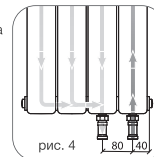

рис. 4
- 8.3. Радиатор подключается к трубопроводам с помощью разделных узлов (кранов) нижнего подключения прямых или угловых G3/4 евроконус (рис. 4).